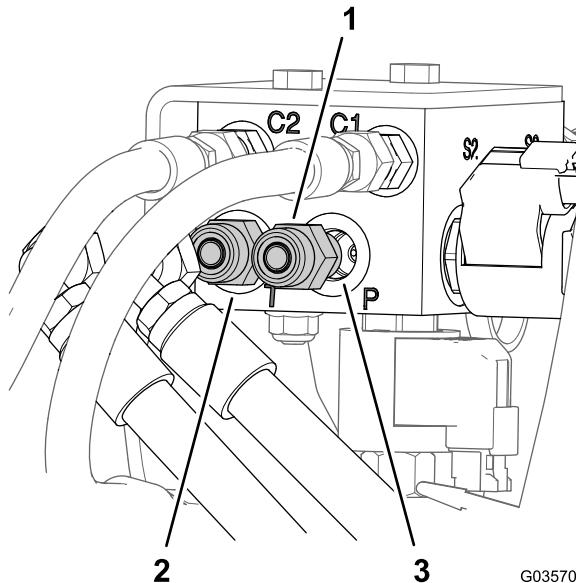

図 9
1. 機体後方で、ブーム昇降マニホールドのポート P とポート T に接続されているホースにラベルを付ける図 9。
2. 昇降シリンダのマニホールドのポート P とポート T のストレートフィッティングから、油圧ホースを外す図 9。
3. 既存の昇降シリンダ用マニホールドのポート P とポート T からストレートフィッティングを外す図 9。